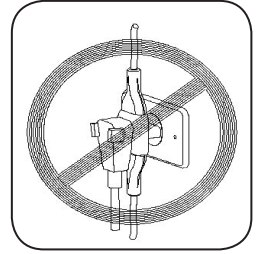

Fig. 18
- Em hipótese alguma, conectar outros aparelhos na mesma tomada [Fig. 18].